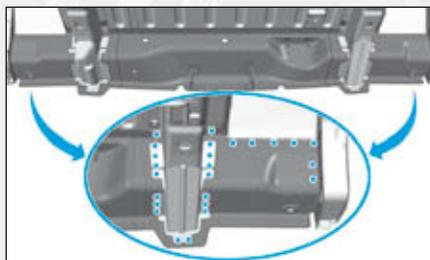

FIG.208
- par points bouchons MAG, puis meuler les points de soudure (Fig.208),